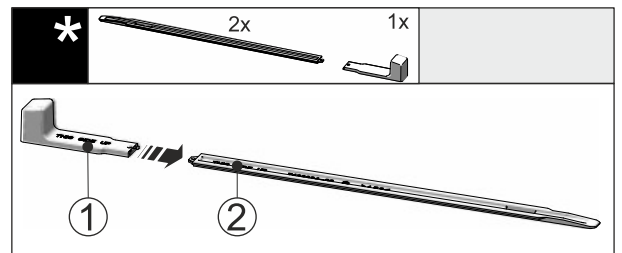

Fig. 54
- Stikk monteringshåndtakene Fig. 54 (1) på nivellerings skinnen Fig. 54 (2).